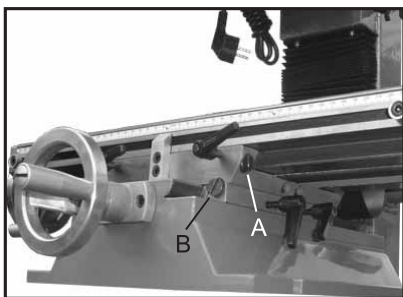
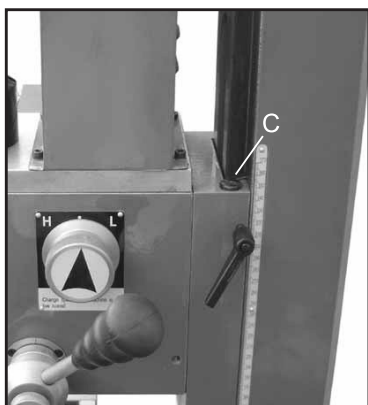

Рис. 17
Рис. 18
1. Винт регулировки направляющих по горизонтали (А, Рис. 17) находится сзади справа на столе. Винт поперечной регулировки направляющих (В, Рис. 17) находится на правой стороне седла под столом. Винт вертикальной регулировки направляющих (С, Рис. 18) находится на колонне.